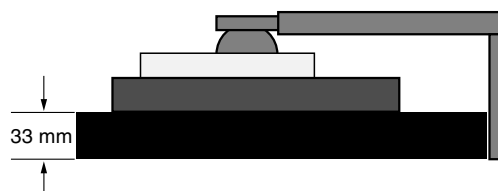

Abbildung S.1
3. Legen Sie den Monitor mit der Vorderseite nach unten auf eine weiche Oberfläche. (Der Bildschirm sollte auf eine um 33 mm erhöhte Fläche gelegt werden, damit der Fuß bündig mit der Oberfläche des Tisches abschließt) (**Abbildung S.1**).